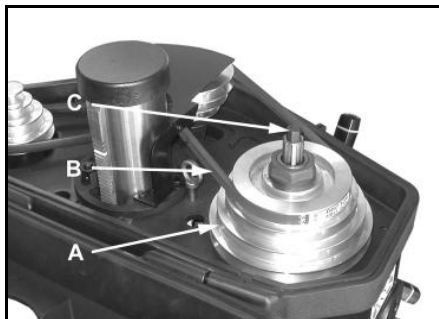

Fig 9
Halten Sie die Riemenscheibe (B, Fig 9) fest und lösen Sie die Anzugstange (C) mit einem Gabelschlüssel.